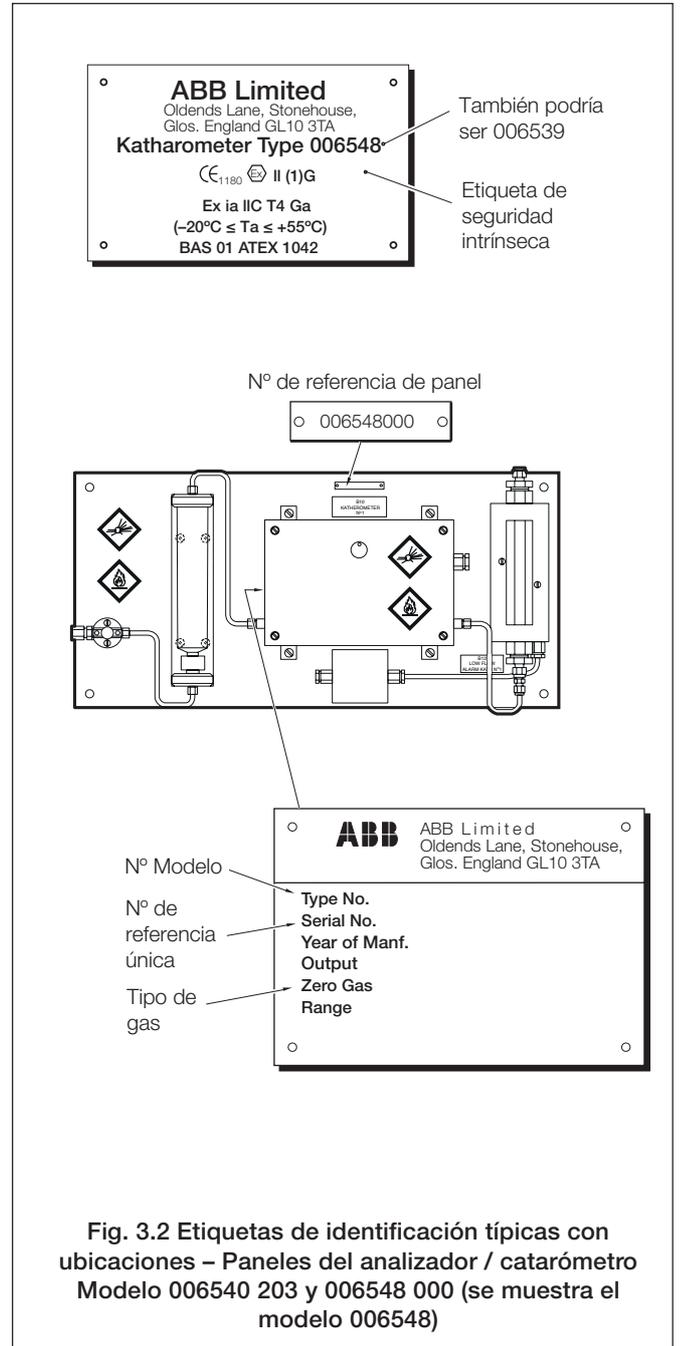

Fig. 3.2 Etiquetas de identificación típicas con ubicaciones – Paneles del analizador / catarómetro Modelo 006540 203 y 006548 000 (se muestra el modelo 006548)
3.1.2 Panel de analizador / catarómetro Modelo 006540 203 o 006548 000 (Fig. 3.2)
El panel se identifica mediante la etiqueta del número de referencia, tal y como se muestra en la Fig. 3.2. Las etiquetas de identificación y de certificación de cada una de las unidades del catarómetro (adheridas a la carcasa del catarómetro) se muestran también en la Fig. 3.2.